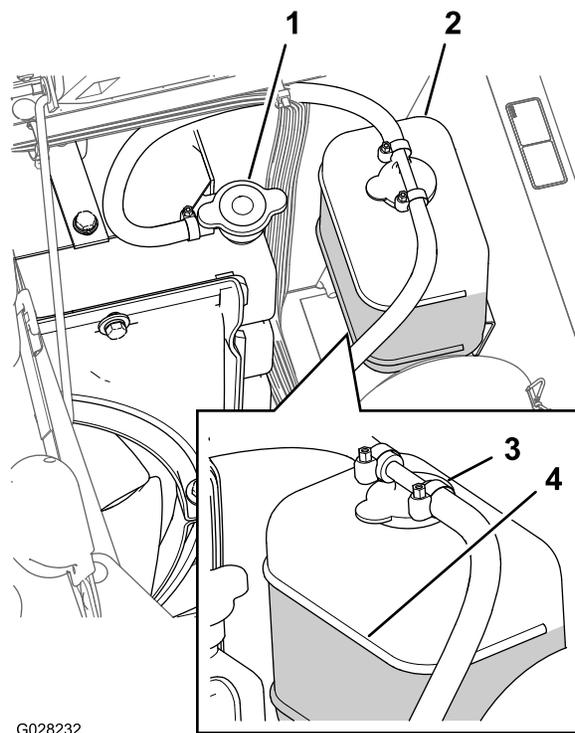

Figura 66
2. Quando o motor estiver frio, retire o tampão do radiador (Figura 66).
6. Retire o tampão do radiador (Figura 66).
8. Ligue o motor com a tampa sem aperto no radiador (Figura 66).
10. Assim que o líquido de arrefecimento tiver aquecido, encha o nível do líquido até à superfície de vedação e aperte o tampão (Figura 66).
11. Abra a tampa do depósito de expansão e encha o depósito com líquido de arrefecimento até ao nível Cold (Figura 66).